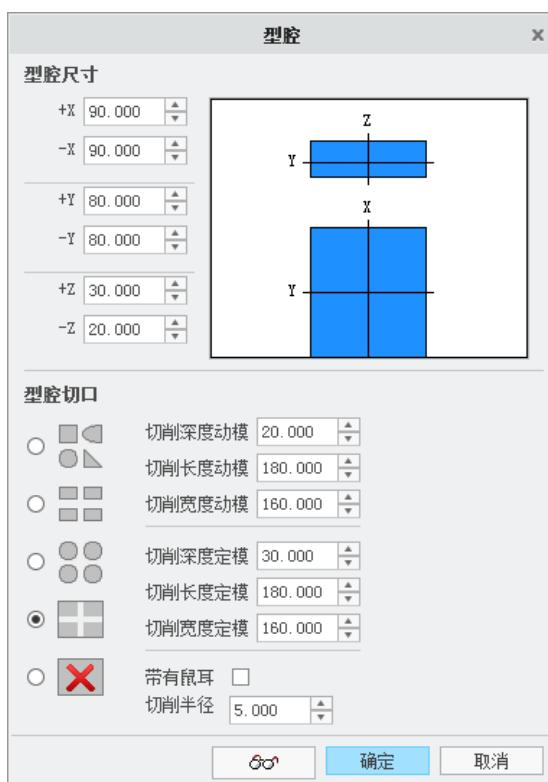

图 31.49 “型腔”对话框
Step2. 在“型腔”对话框中进行图 31.49 所示的设置，然后单击 **确定** 按钮。